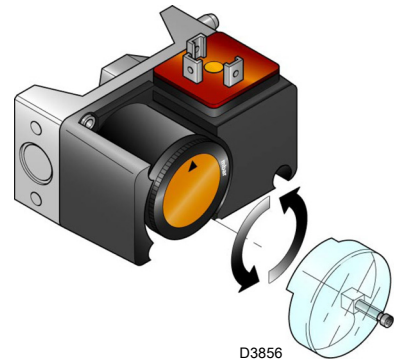

图 31
- 调节最大燃气压力开关 (图 31) 至量程的终止位置。
上述调整结束后，开始设定最大燃气压力开关，此前开关已经置于量程的终止开始位置（图 31）。